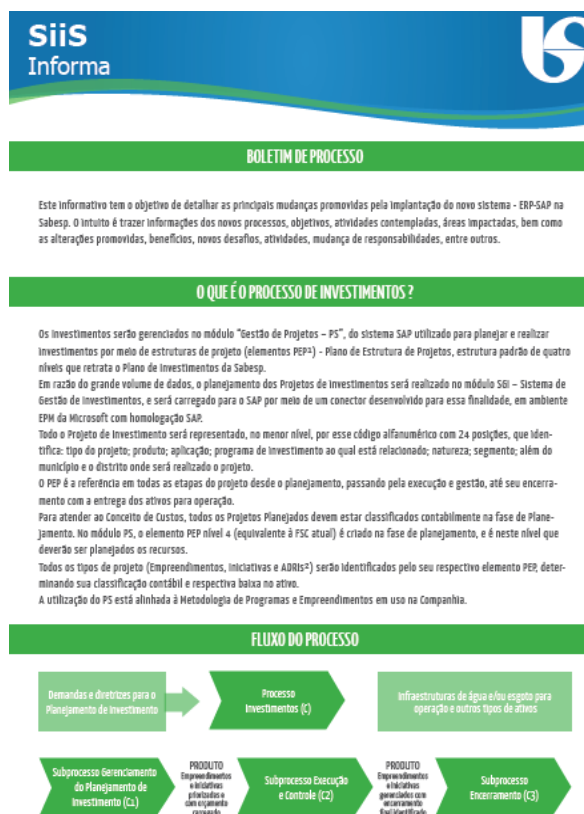

Figura 10: Exemplo de Boletim do Processo Investimentos.
- Correlação dos indicadores e relatórios de *Business Intelligence* (BI), com os processos e subprocessos:
- Revisão dos Boletins de Processos, conforme modelo da Figura 10: